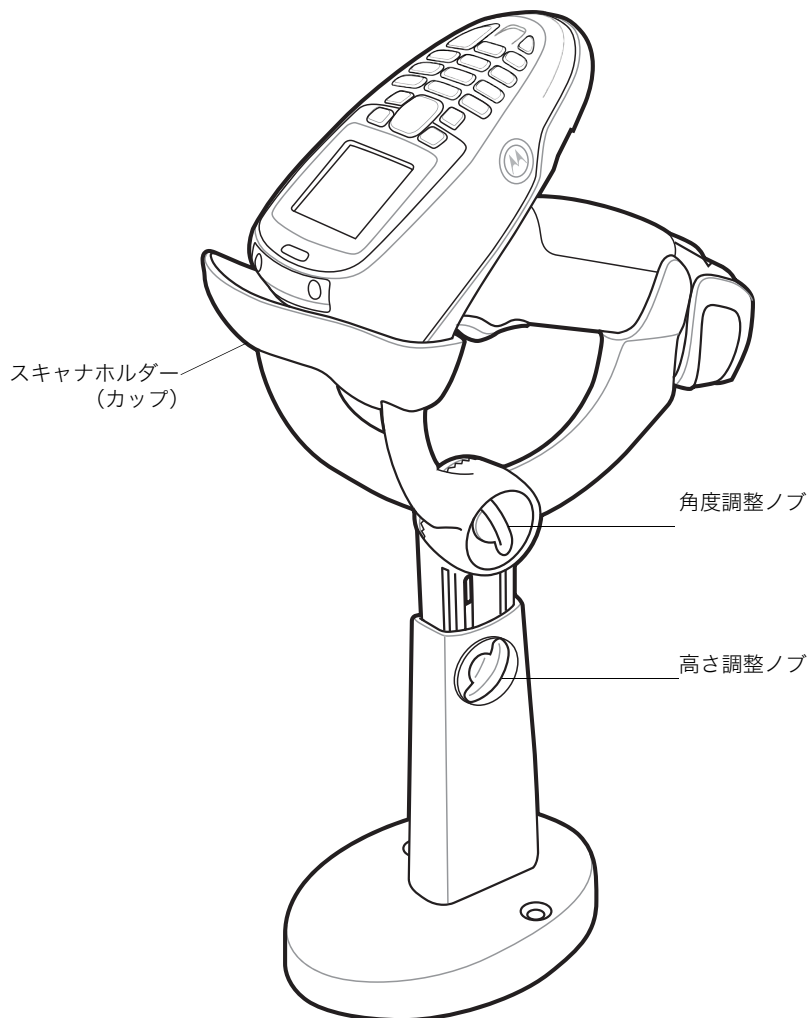

図3-6 インテリスタンドへのスキャナの取り付け
2. スキャナをインテリスタンドに取り付けます。スキャナの前面をスタンドの「ホルダー」に差し込みます（図3-6参照）。